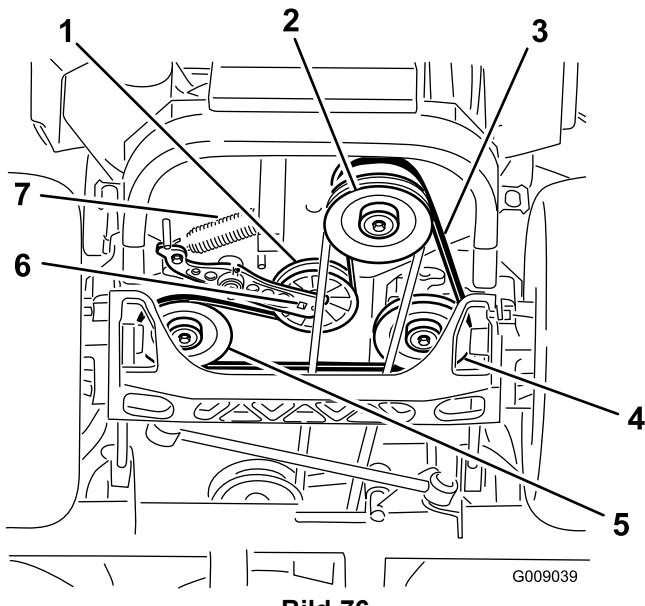

**Bild 75**
14. Bringen Sie die Riemenabdeckungen wieder an (Bild 75).